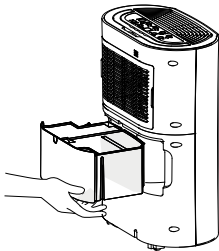

Abb. 2
1. Das Wasserbehälter (7) ist zu entleeren, sobald am Gerät die rote Kontrolllampe (2k) aufleuchtet und nach jedem Ausschalten des Gerätes.
2. Ergreifen Sie mit beiden Händen die Handgriffe zum Ausziehen des Behälters und ziehen Sie es energisch aber behutsam aus dem Gehäuse (Abb. 2).